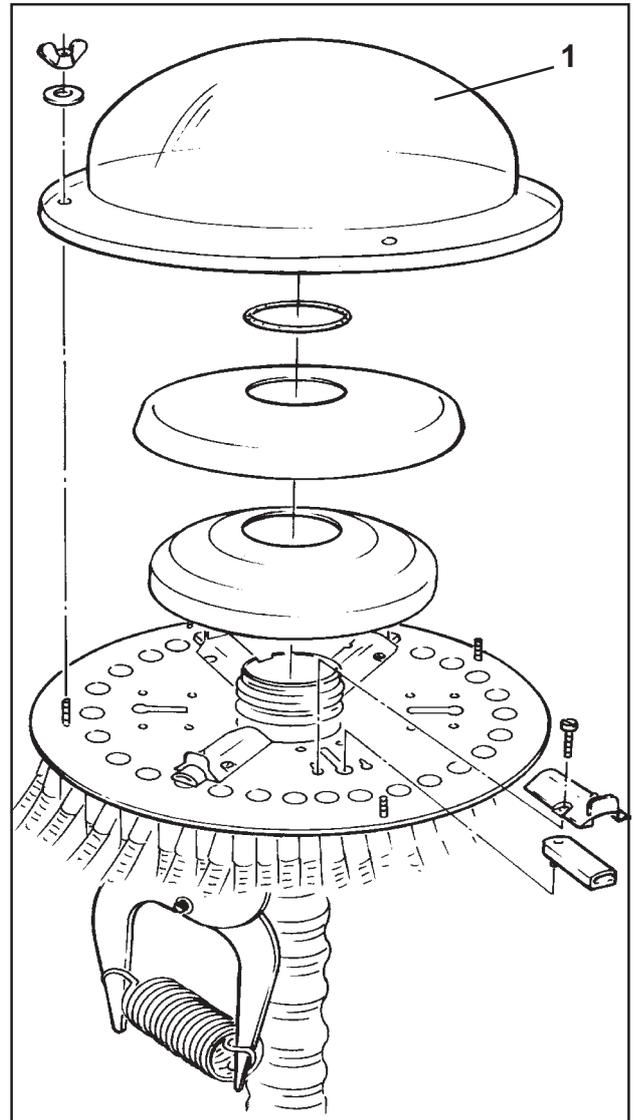

Fig. 11.1
- Contrôlez périodiquement l'état de propreté de la **tête de distribution** (fig. 11.1) et tout particulièrement lorsque vous utilisez pour vos semis des semences traitées, auquel cas vous devez nettoyer la tête de distribution après chaque utilisation.